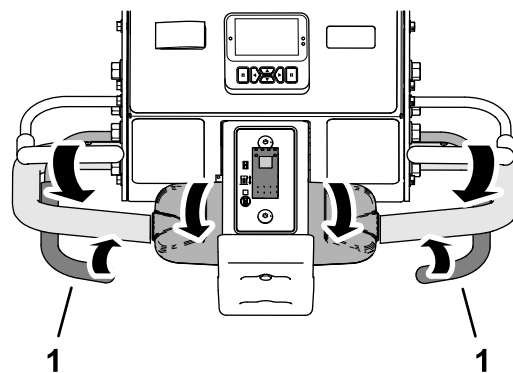

Figura 87
3. Cierre la izquierda o la derecha de la barra de aireación (Figura 87).